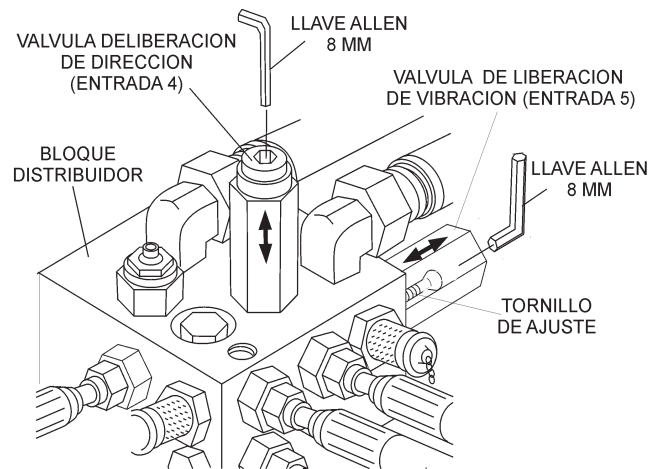

Figura 36. Válvulas de liberación de vibración y dirección
1. Inserte una llave allen de 8 mm dentro de la **entrada 4** de liberación de dirección (Figura 36) en el bloque distribuidor.
1. Inserte una llave allen de 8 mm dentro de la **entrada 5** de liberación de vibración (Figura 36) en el bloque distribuidor.